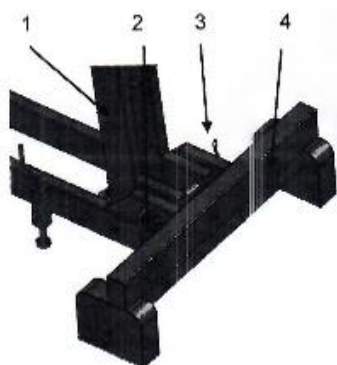

Рис.4
- Поднимите мачту в вертикальное положение относительно основания, вставьте шпильку (гайку), чтобы зафиксировать обе части, затем закрепите их пружинным штифтом (рисунок 4).